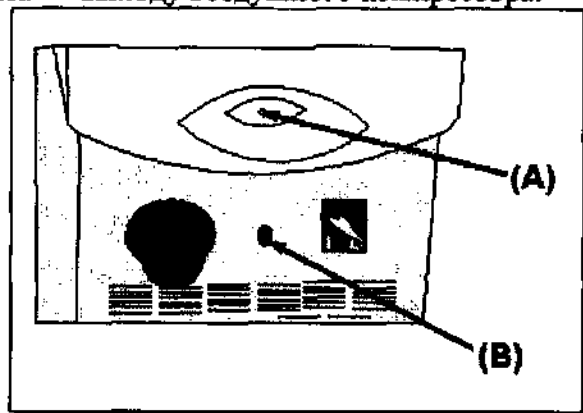

Рис. 8-11. Подключение световода
Подключите воздухопровод к соответствующему разъему ((B) на Рис. 8-11) на передней панели аппарата — выходу воздушного компрессора.